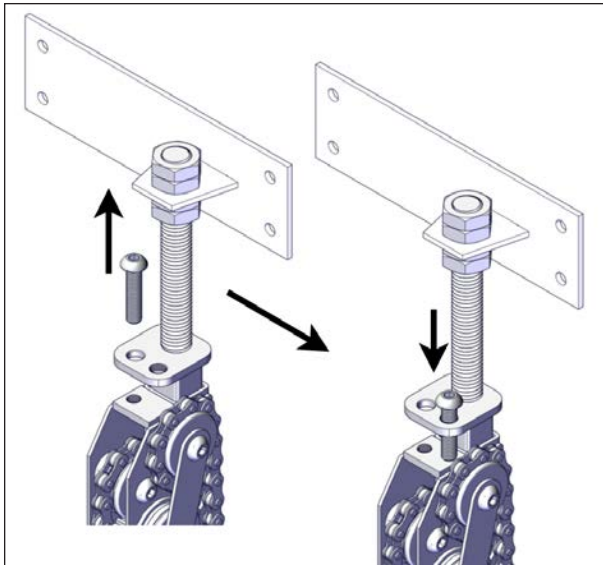

FIGURE 71: RETRAIT DES VIS DE VERROUILLAGE DES VÉRINS SANS MOTEUR
7. Une fois les profilés en U bien installés, les vis de verrouillage situées à l'extrémité supérieure des vérins non-motorisés peuvent être retirées en toute sécurité. Retirer la vis M8 x 35 mm et l'installer dans le trou adjacent prévu à cet effet pour la conserver en lieu sûr. Retirer la vis des 2 vérins non-motorisés. Vous pouvez maintenant enlever l'étiquette rouge des vérins non-motorisés, voir Figure 71.